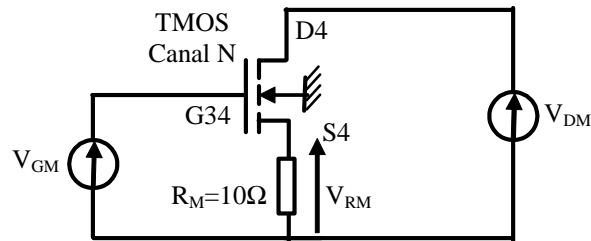

Figure 5 : Relevé de $I_D=f(V_{DS})$ à $V_{GS}=Cte$ pour le N-MOS
- Recopiez le schéma de la figure 5 et ajoutez-y la position des branchements vers l'oscilloscope pour réaliser la mesure $V_{RM} = f(V_{DM})$ en mode XY.
On souhaite tracer la caractéristique statique $I_D=f(V_{DS})$ à $V_{GS}=Cte$. Pour ce faire, on utilise le montage de la figure 5. Le transistor utilisé est T4 (situé en bas à droite de la maquette).